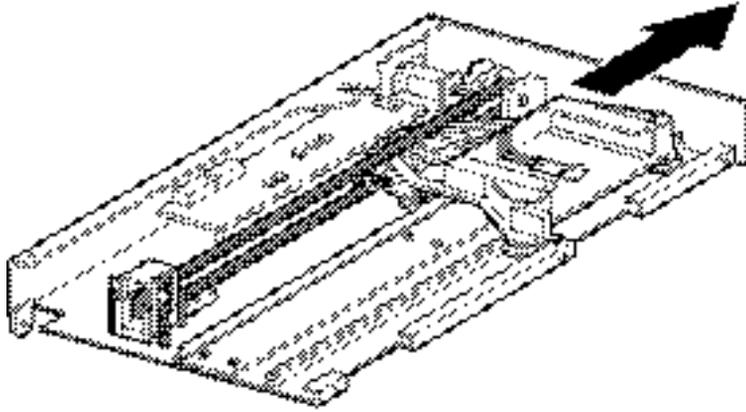

Figura 2–11. Posizione del carrello elevatore dei supporti
3. Capovolgere il meccanismo PTM per accedere all'apertura di accesso alle staffe del blocco cinghia (vedere la Figura 2–12).